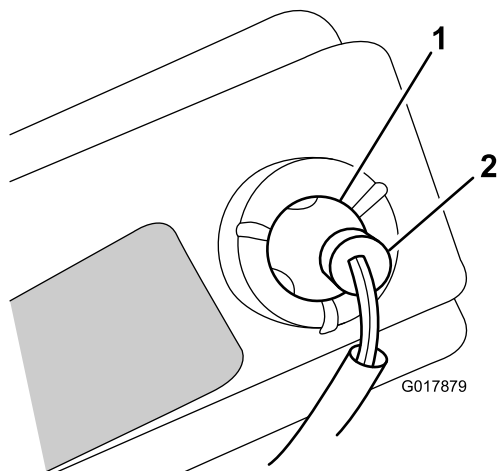

Figure 32
6. Sortez la douille (Figure 32).